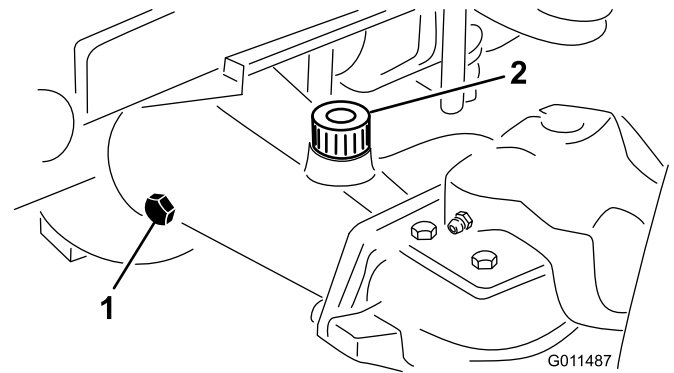

Figura 15
2. Retire un tapón de verificación de un extremo del eje (Figura 15) y asegúrese de que el lubricante llega al borde inferior del orificio. Si el nivel es bajo, retire el tapón de llenado (Figura 15) y añada suficiente lubricante para que el nivel llegue al borde inferior de los orificios de los tapones de verificación.